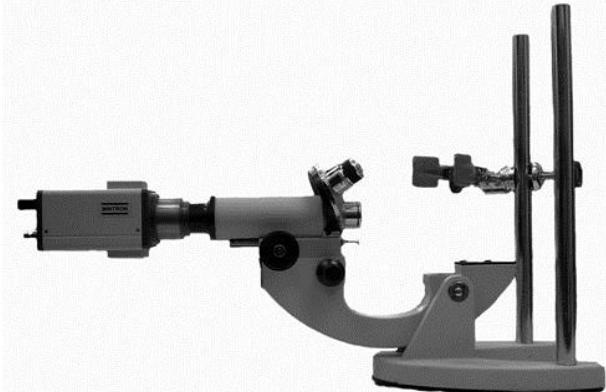

Рис.9. Микроскоп с камерой и крепёжными штативами.
- Оденьте камеру на пластмассовый тубус до упора (рис.9).